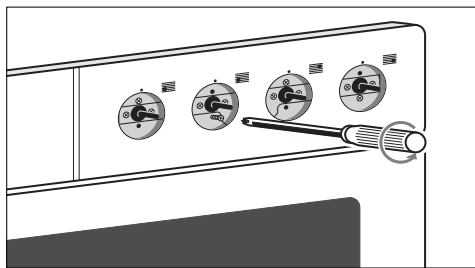

Abb. 4
- Montageplatte hinter der Bedienungsblende abschrauben. Nur die oberen und unteren Schrauben (abwechselnd montiert) losschrauben (siehe Abb. 4 und 5).